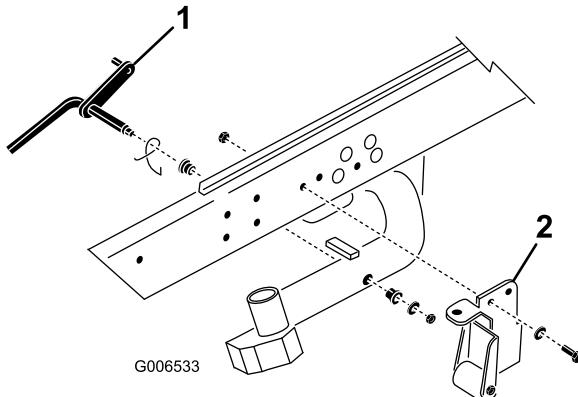

Figure 3
1. Enlevez le contre-écrou et la rondelle qui fixent la tige de pivot au bras de relevage N° 2 (Figure 3). Enlevez la tige de pivot et le ressort du bras de relevage. Répétez la procédure pour les bras de relevage N° 1 et 3.
**Remarque:** Le support avec galet et les autres supports du dispositif de basculement ne sont pas nécessaires pour utiliser les plateaux de coupe DPA (Figure 3). Ils peuvent être déposés au besoin.